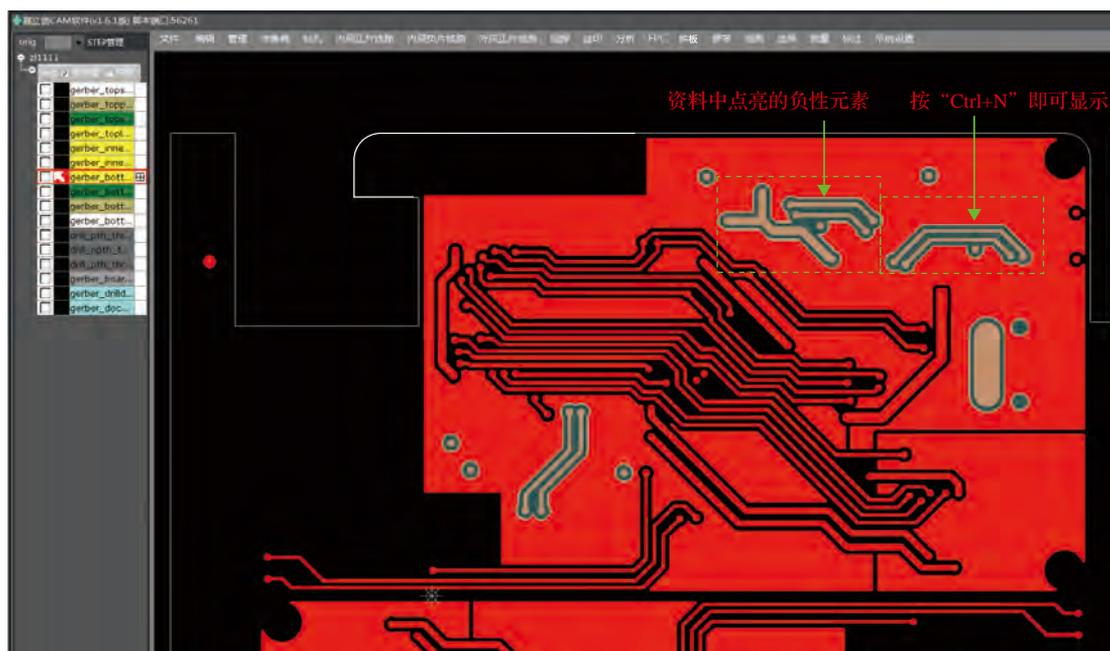

图 A-1 负性元素
**负性元素：**由于 EDA 设计软件的铺铜原理不同，且 Gerber 文件格式本身存在一定的局限性，主要基于矢量图形，并不直接支持复杂的几何形状，如带孔或多边形内部有挖空部分的结构，因此当 EDA 软件输出 Gerber 文件需要描述一个带有内部挖空的铺铜区域时，它会采用正性和负性元素结合的方式来实现这一目标。类似于涂改液一样，把不需要的部分遮盖起来，多层叠加，达到想要的复杂效果。负性元素如图 A-1 所示。